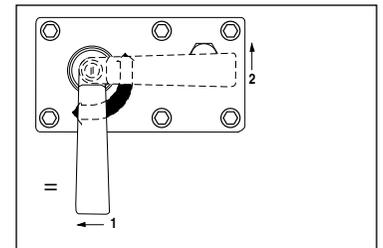

Fig. 6
(Se Fig. 6)
3. Drei på kontrollventilhendelen til posisjonen retur ("2") (se fig. 6 for ventilposisjoner).